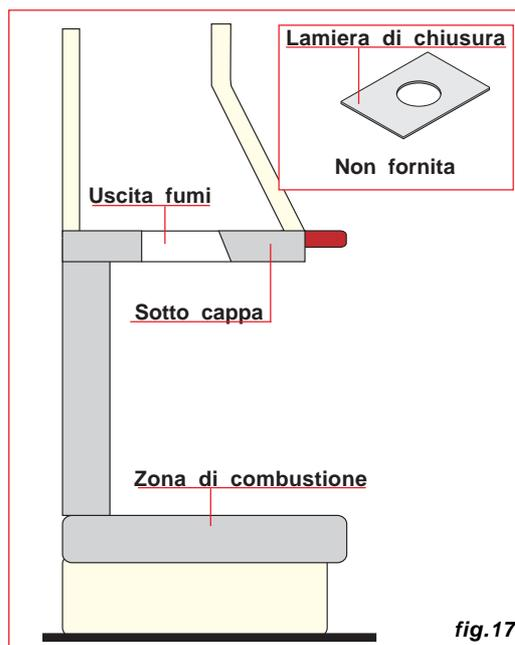

fig. 17
6) Per una installazione ottimale CLAM consiglia di utilizzare una lamiera che permetta di poter chiudere in maniera ermetica lo spazio tra il sottocappa e la cappa (fig. 17).